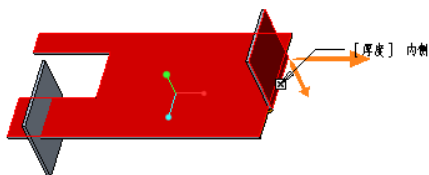
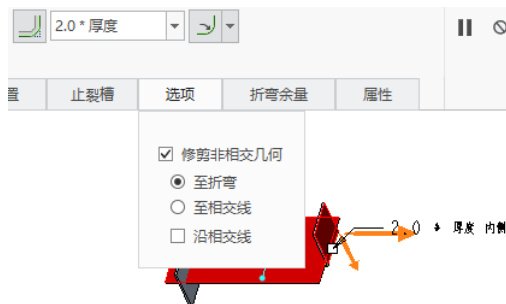

图 1-169 反向第一个壁
图 1-170 “选项”面板中的设置
(4) 此时需要反向所连接的壁的方向。旁的（反向第一个壁）按钮用于反向第一个壁连接方向的部分，旁的（反向第二个壁）按钮用于反向第二个壁连接方向的部分。在本例中，单击旁的（反向第一个壁）按钮，以使第一个壁连接方向如图 1-169 所示。
(5) 在“联接”（连接）选项卡中确保选中（添加折弯半径）按钮，设置折弯半径为“2.0 * 厚度”，选择（标注折弯的内部曲面）图标选项以从壁的内侧曲面标注半径。
(6) 在“联接（连接）”选项卡中打开“选项”面板，确保勾选“修剪非相交几何”复选框，并选择“至折弯”单选按钮，如图 1-170 所示。